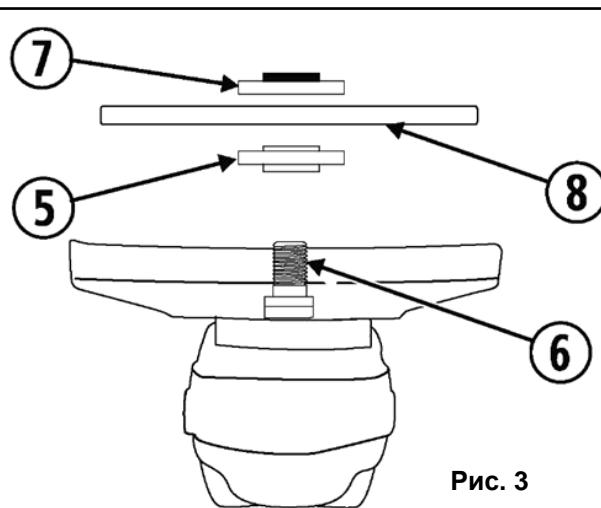

Рис. 3
- Если Вы устанавливаете **отрезной круг**, то в этом случае, бортовое кольцо фланца (7) должно быть направлено **от отрезного круга** (См. Рис. 3).